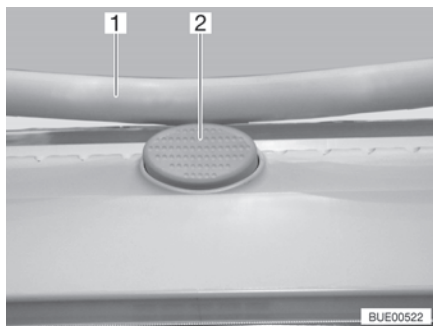

Fig. 19 Bottone di sicurezza (oblò Heki)
- Premere il bottone di sicurezza (Fig. 19,2) e tirare verso il basso la staffa (Fig. 19,1) con entrambe le mani.
- Premere la staffa verso l'alto con ambedue le mani, finché la staffa non poggia al di sopra del bottone di sicurezza (Fig. 19,2).